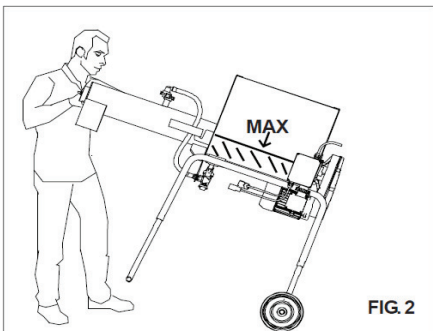

FIG. 2
8. TRANSPORT (voir fig.2 et fig.3)
De plus, il faut qu'il y ait le moins de matériau possible en trémie. Soulever le mélangeur au moyen des poignées spéciales (fig.2) et pousser dans la direction souhaitée.